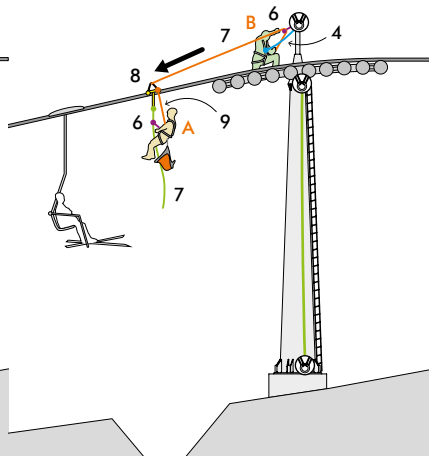

Fig. 2
2) En la parte superior de la pilaña, los operarios A y B se protegen con elementos de amarre de sujeción (4). El operario B crea un punto de anclaje en la estructura de la pilaña, al que conecta un descensor autofrenante (6), en el que introduce la cuerda guía (7), conectada a una polea de rescate EN 1909 (8). El operario A monta la polea de rescate en el cable y se conecta a la misma utilizando un segundo descensor autobloqueante (6) en la cuerda de descenso (7). Además el operario prepara una línea adicional en la que se conecta un dispositivo anticaída al anillo esternal del arnés. La línea adicional está equipada con un conector de gran tamaño conectado al cable del sistema y alojado en el asiento especial de la polea de rescate. Llegado este punto el operario B puede descender a lo largo del cable utilizando la cuerda guía hasta alcanzar la primera silla (Fig. 2).
3) El operario A, utilizando una placa multianclaje (9) conectada a la polea de rescate, instala una cinta regulable con hebillas (10) y descendiendo, utilizando su propio descensor autofrenante (6), hasta llegar a la silla.